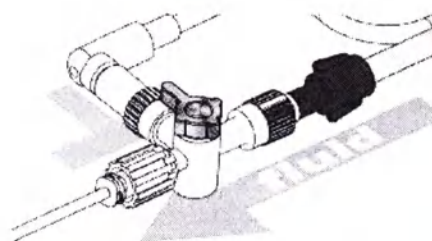

Рисунок 25 – 2-х ходовой клапан: Воздух ВЫКЛ.
6. Переключить 2-х ходовой клапан в режим: Воздух ВЫКЛ. (рис. 25)